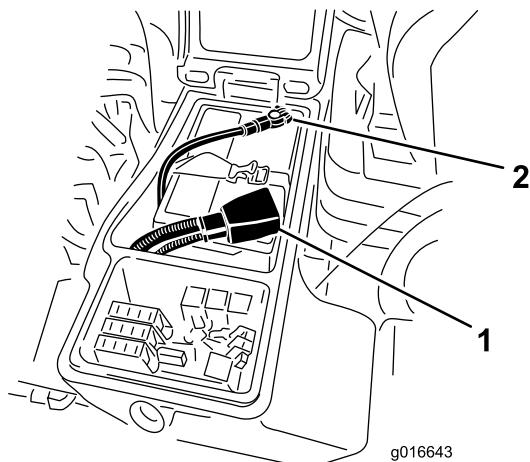

Figura 77
1. Conecte el cable positivo (rojo) al borne positivo (+) de la batería (Figura 77).